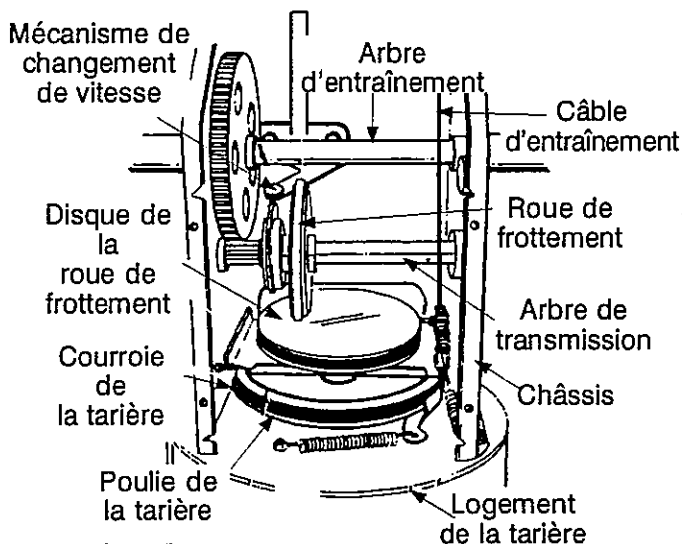
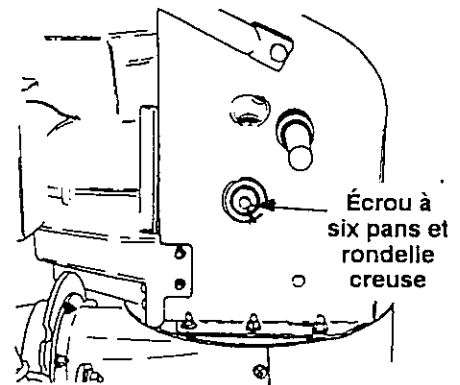

FIGURE 22
FIGURE 29
Si, pour une raison quelconque, la transmission a été démontée et le câble d'entraînement débranché, remontez le câble de façon qu'il ne gêne pas le mouvement des pièces lorsqu'il est étiré. Voir la figure 22.
- Glissez la courroie entre la roue de frottement et le disque de la roue de frottement. Voir la Figure 22. Il faudra peut-être tordre la courroie à plat pour la glisser entre la roue de frottement et le
- Démontez l'arbre de transmission de la machine en enlevant le écrou à six pans et le rondelle creuse de chaque côté gauche du châssis. Voir la figure 29. Tenez l'ensemble de la roue de frottement et glissez l'arbre de transmission vers la droite. Voir la figure 22.